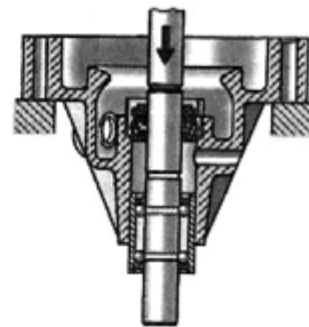

Рис. 4.1.75. Выпрессовка подшипника с валиком водяного насоса
- выпрессовать из корпуса подшипник в сборе с валиком (рис. 4.1.75);